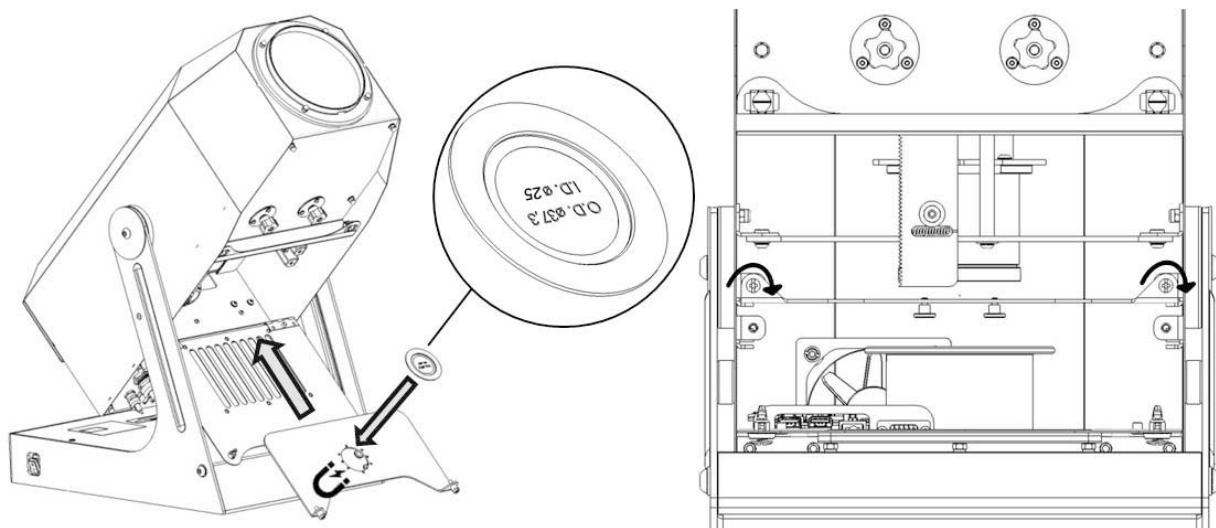

Abb.17
2. Setzen Sie den Gobo-Halter wie in Abb.17 in den Projektor ein.
3. Ziehen Sie die Befestigungsschrauben des Gobo-Halters fest (Abb.17).